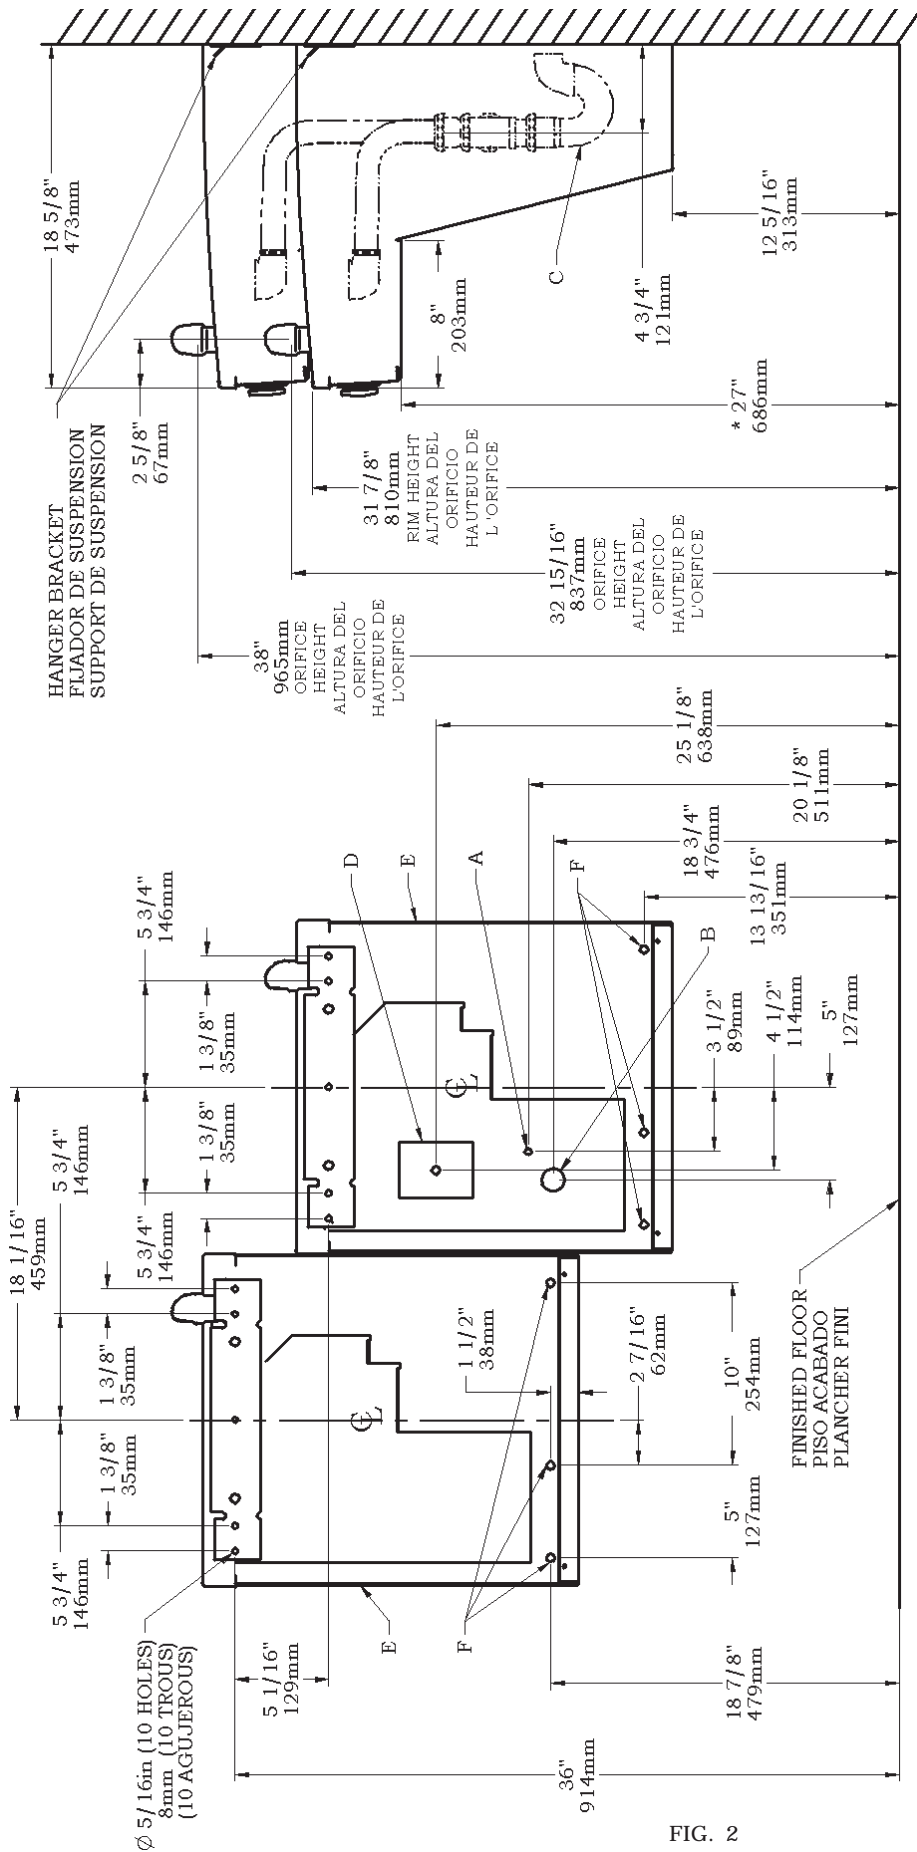

FIG. 2
- 1) Remove hanger bracket fastened to back of cooler by removing one (1) screw.
- 2) Mount the hanger bracket and trap as shown in Figure 2.
- 4) Hang the cooler on the hanger bracket. Be certain the hanger bracket is engaged properly in the slots on the cooler back as shown in Figure 2.
- 5) Loosen the two (2) screws holding the lower front panel at the bottom of cooler base and two (2) screws at the top (**Use torx bits sold separately**). Remove the front panel and set aside.
- 7) Remove the slip nut and gasket from the trap and install them on the cooler waste line making sure that the end of the waste line fits into the trap. Assemble the slip nut and gasket to the trap and tighten securely. Recommend fastening cooler to wall using 7/16 bolt holes. (see fig.2, "F")
- 1) Quite el fijador de suspensión sujetados a la parte posterior del enfriador quitando un (1) tornillo.
- 2) Monte el fijador de suspensión y quite el purgador como se muestra en la Fig.2.
- 1) Retirez le support de suspension à l'arrière du refroidisseur en enlevant une (1) vis.
- 2) Installez le support et le siphon tel qu'indiqué à la fig. 2.
- 4) Installez le refroidisseur sur le support en vous assurant que ceux-ci sont bien installés dans les fentes à l'arrière du refroidisseur tel qu'indiqué à la figure 2.
- 5) Dégagez les deux (2) vis retenant le panneau inférieur avant au bas de la base du refroidisseur ainsi que deux (2) vis sur le dessus (**Employez le peu Torx vendu séparément**). Retirez le panneau avant et mettez-le de côté.